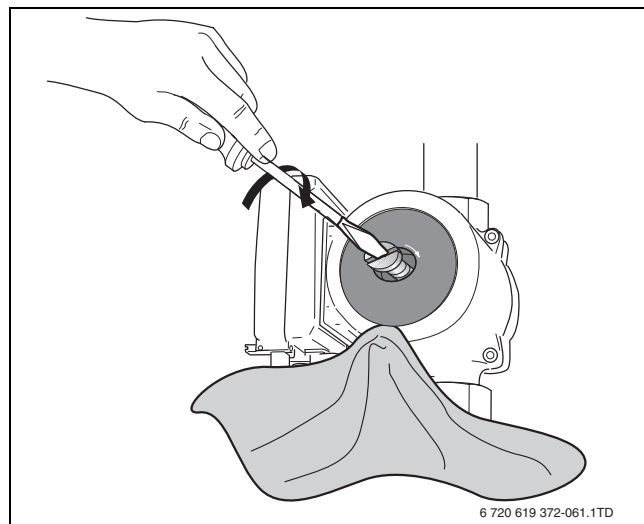

Fig. 61 Scaricare l'aria dalla pompa
- Scaricare l'aria dalla pompa rimuovendo la vite di sfiato ubicata nella parte anteriore della pompa stessa (→ fig. 61).